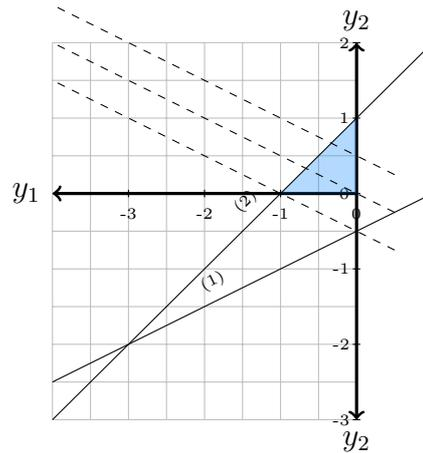

FIGURE 2 – Résolution graphique du dual
3. La résolution graphique du dual est représentée à la Figure 2. La solution optimale du problème dual est